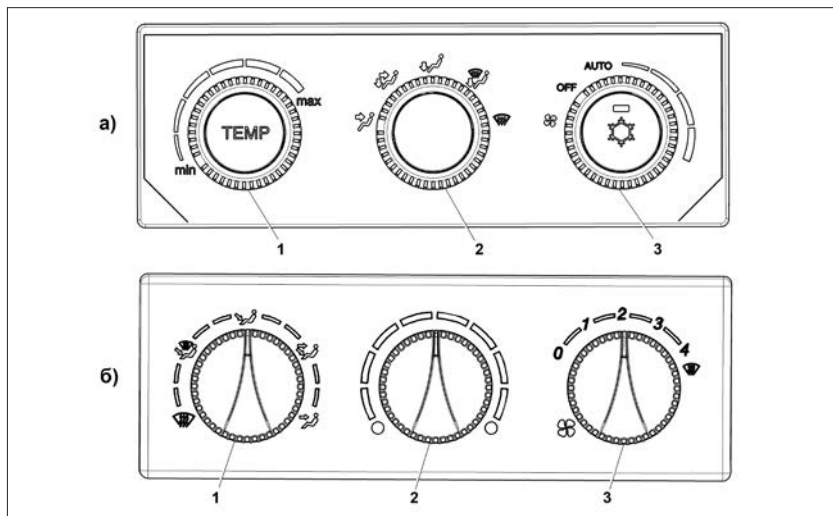

Рис. 69. Переключатели:
- 6** – поворотные переключатели системы автоматического управления климатической установкой (**в варианте исполнения** – системы автоматического управления отопителем), см. рис. 69;
8 – контроллер системы автоматического управления климатической установкой (рис. 69):
9 – контроллер системы автоматического управления отоплением (**в вариантном исполнении**), рис. 69б:
Управление распределением воздуха в салоне (рис. 69) имеет следующие обозначения:
- переключатель «1» (рис. 69б) установить в положение  для удаления запотевания или обмерзания;
- переключатель «1» (рис. 69б) установить в положение .
Для размораживания стекол в холодное время года необходимо переключателем «2» (рис. 69б) установить максимальную температуру подаваемого воздуха и включить переключатель «3» в одно из минимальных положений, например, режим «1». По мере прогрева двигателя установите переключатель «3» в положения «2» или «3».